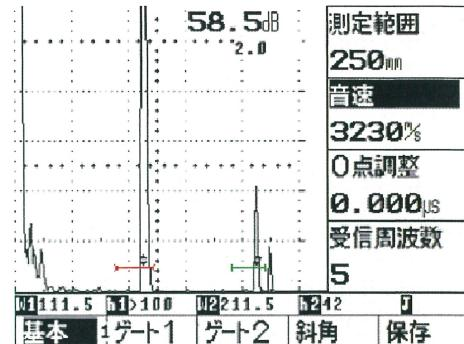

図 5 測定範囲 250mm
③S T B - A 1 の R 1 0 0 面の最大エコーを検出する。
④図 5 に示すように、ゲート 1 を R 1 0 0 面のエコーに、